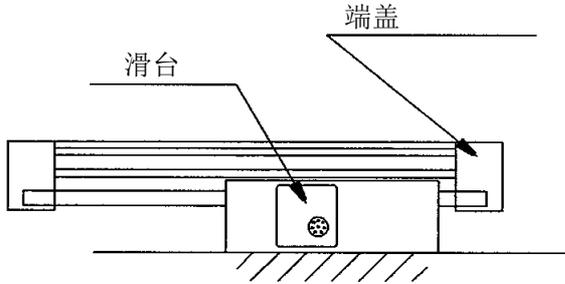

图 1 安装到滑台上(×)
- ① 气缸安装面的平面度请保证在 0.1 以下。无法切实保证平面度时，请通过垫片等进行调整。安装时注意滑块(移动台)在最低作动压力 0.1 [MPa] 下可全程平稳作动。
- ② 请通过两端端盖部安装本体。请勿安装(参照图 1)在滑块(移动子)上。否则会使轴承承受过大负载，导致作动不良。